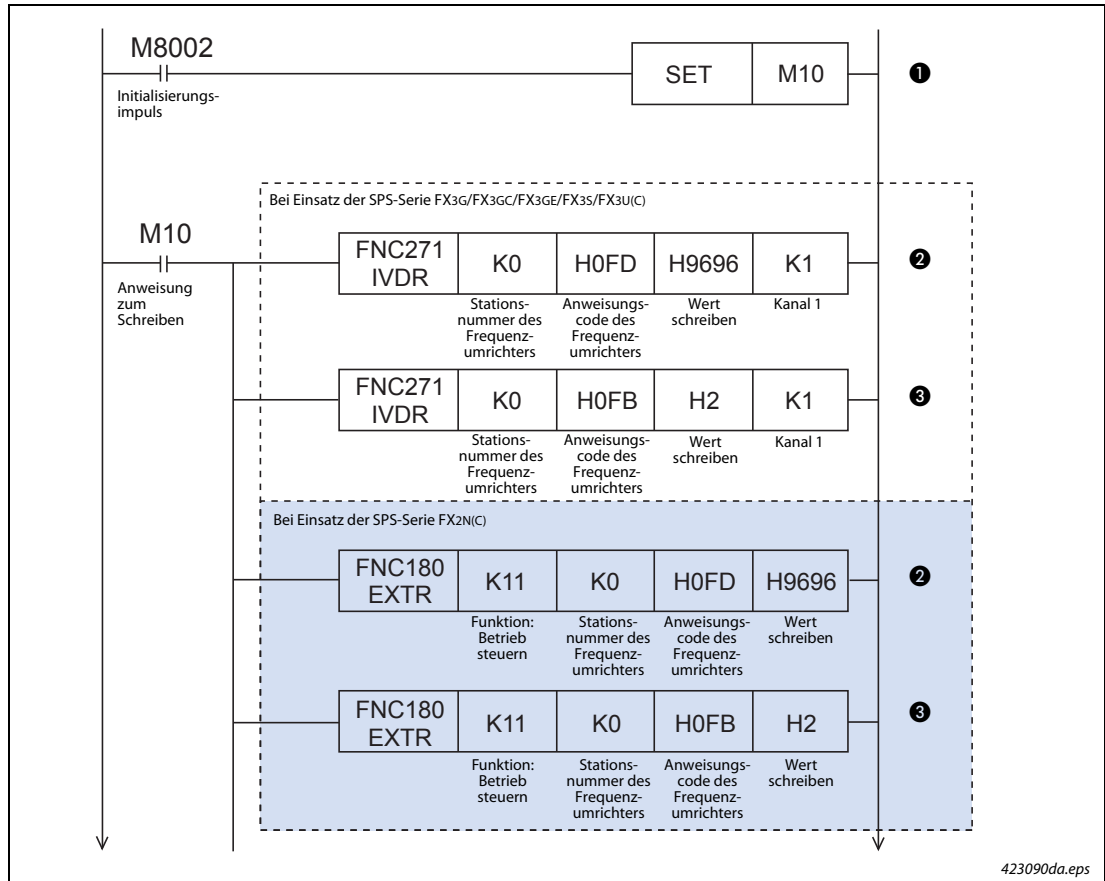

Abb. 4-20: Kontaktplan des Programmbeispiels (1)
- ④ Erstellen Sie ein Kontaktplanprogramm wie in Abb. 4-20 gezeigt.
- ⑤ Nach der Programmierung wählen Sie im Hauptmenü **Online** den Unterpunkt **In SPS schreiben....**
Tab. 4-21: Beschreibung des Kontaktplans in Abb. 4-20